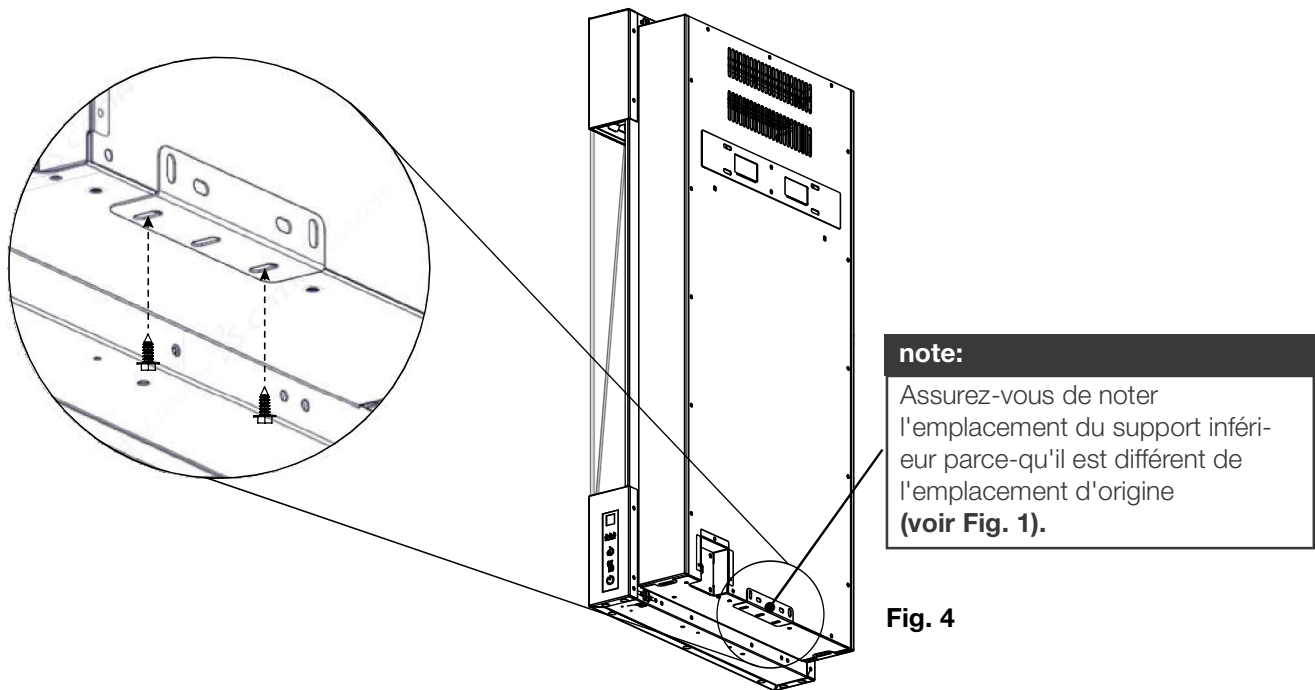

Fig. 4
9. Fixez l'appareil au support inférieur à l'aide des vis précédemment retirées à l'étape 3 (**Fig. 4**).
4. Installez le support de retenue au haut de l'appareil comme illustrée, en utilisant les 2 vis précédemment retiré en étape 1 (**Fig. 4 et 5**). **Le verre doit être fixé après installation.**